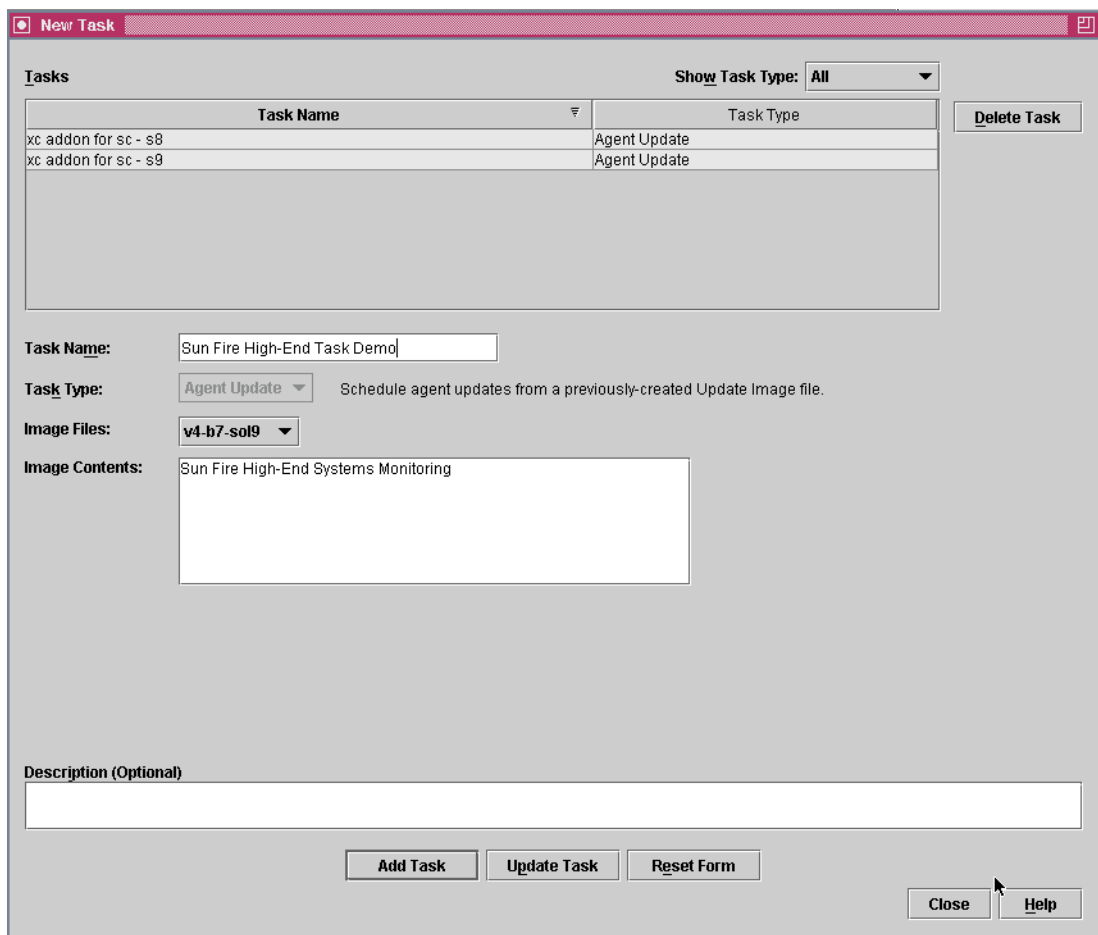

图 2-10 “New Task（新任务）” 面板
3. 在“Manage Jobs（管理作业）”面板中，选择“New Task...（新任务...）”按钮。系统将显示“New Task（新任务）”面板（图 2-10），在此可指定即将分配的代理更新映像文件。
4. 在“New Task（新任务）”面板中（图 2-10），执行以下步骤：